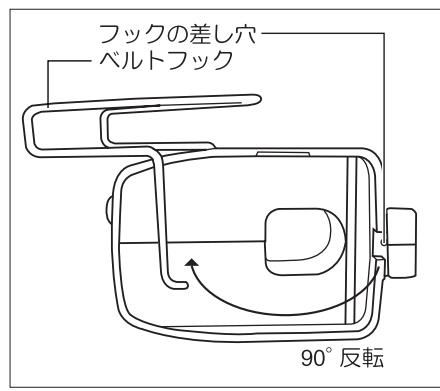

図7
- 片方のベルトフック(固定金具側)を差し穴から外し、そのまま90°回します。(図7参照)